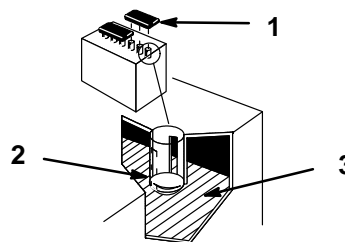

Abbildung 38
2. Bei abgestelltem Motor die Abdeckung öffnen, um in die Zellen zu sehen. Die Füllsäure muß bis zum unteren Teil der Röhre reichen (Abb. 38). Die Füllsäure darf nicht unterhalb der Platten stehen (Abb. 38).
2. Die Einfüllverschlüsse abnehmen (Abb. 38).
3. Langsam destilliertes Wasser in jede Batteriezelle gießen, bis der Flüssigkeitsstand den unteren Teil der Röhre erreicht (Abb. 38).